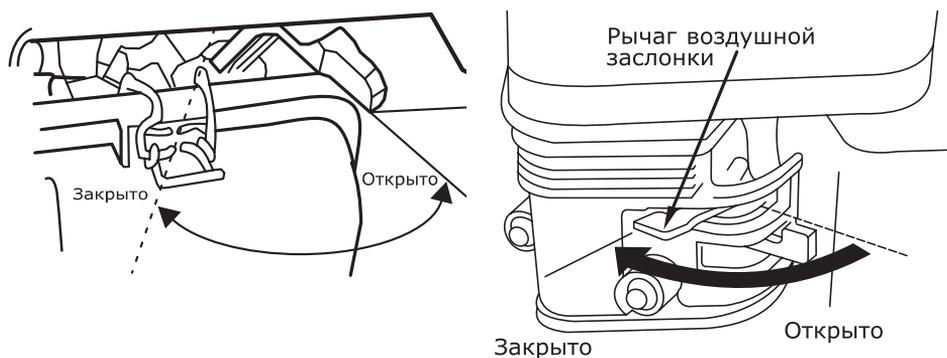

**Рис. 11. Топливный кран**
6. Поверните топливный кран в положение «Открыто» (рис. 11).
- Перекройте топливный кран, установив его в положение «Закрыто» (рис. 11).